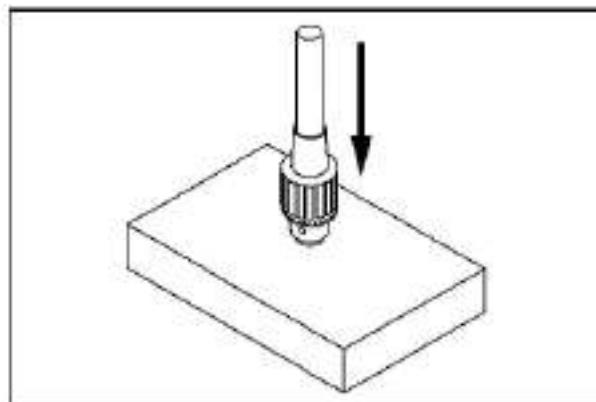

Рисунок 5. Постукивание сверлильного патрона/оправки по деревянной доске.
4. Держите узел за оправку и несильно постучите патроном о деревянную доску, как показано на Рисунок 5.